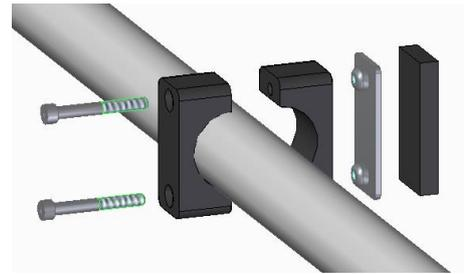

Figura 6
Per proteggere dalla collisione tra portabici e portiera, è possibile montare un fermo aggiuntivo (7) sul tubo trasversale più vicino al veicolo con due viti a testa cilindrica M6x50 (Fig. 6) (Figura 6).